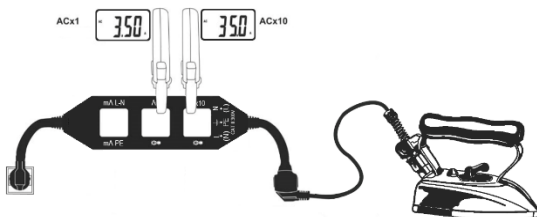

Abb. 2
4. Lesen Sie die Werte des Leitungsstroms am Ring Ax1 ab oder teilen Sie den abgelesenen Wert des Rings Ax10 durch 10 (siehe Abb. 2).